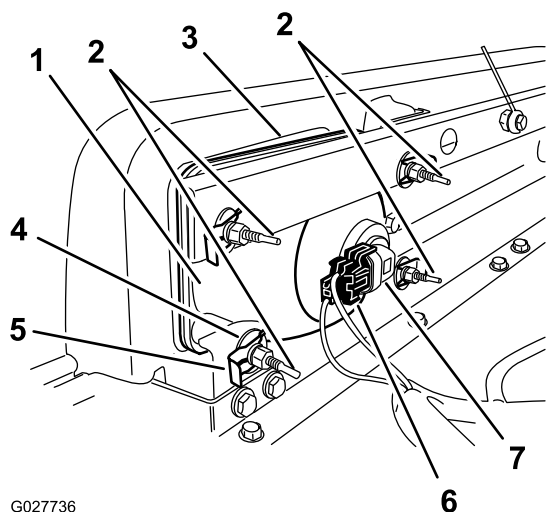

Figure 59
3. Débranchez le connecteur électrique de faisceau du connecteur du phare (Figure 59).
4. Déposez les clips rapides et les rondelles qui fixent le phare à son support (Figure 59).
5. Sortez le phare en le déplaçant vers l'avant à travers l'ouverture dans le pare-chocs avant (Figure 59).
6. Montez le phare neuf par l'ouverture dans le pare-chocs (Figure 59).
8. Branchez le connecteur électrique de faisceau au connecteur du phare (Figure 59).
2. Au dos du phare, tournez les vis de réglage (Figure 59) pour orienter le phare et aligner la position de son faisceau.